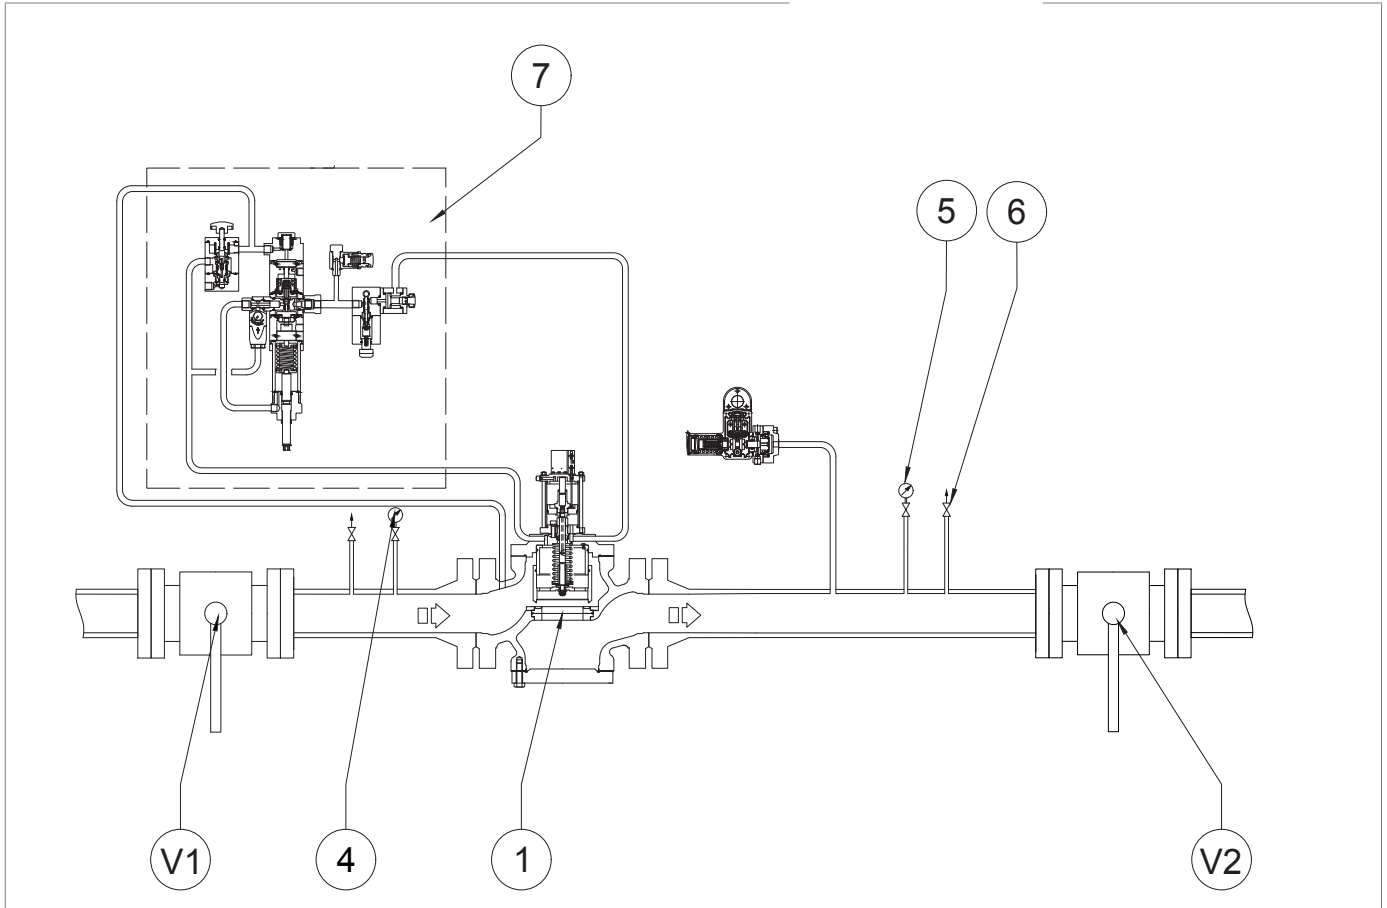

Fig. 8.11. Estanqueidad de la válvula de bloqueo HBC 975
1	<p>Aumente la presión aguas abajo hasta el valor de intervención de la válvula de bloqueo, actuando en el regulador principal, para comprobar la calibración correcta.</p> <p>¡ATENCIÓN!</p> <p>Compruebe la presión consultando el manómetro (fig. 8.11, ref. 5) situado aguas abajo del regulador principal.</p> <p>Si la válvula de bloqueo:</p> <ul style="list-style-type: none"> • se dispara antes del valor de presión previsto: enrosque (en el sentido de las agujas del reloj) la tuerca anular de ajuste (13) para comprimir más el muelle (11); • no se dispara con el valor de presión previsto: desenrosque (en sentido contrario a las agujas del reloj) la tuerca anular de ajuste (13), para aliviar el muelle (11).
2	Reduzca la presión en la sección de aguas abajo abriendo la ventilación (fig. 8.11, ref. 6) para llevarla al valor de calibración del regulador principal.
3	Cierre la ventilación (fig. 8.11, ref. 6).
1	Abra el grifo de descarga (fig. 8.11, ref. 6) en atmósfera y manténgalo abierto para las fases siguientes.
2	<p>Disminuya la presión aguas abajo hasta la presión mínima requerida de intervención del bloqueo, actuando sobre el regulador principal.</p> <div style="border: 1px solid black; padding: 5px;"> <p>! ¡ATENCIÓN!</p> <p>Compruebe la presión consultando el manómetro aguas abajo (fig. 8.11, ref. 5).</p> <p>Si la válvula de bloqueo:</p> <ul style="list-style-type: none"> • se dispara antes del valor de presión previsto: desenrosque (en sentido contrario a las agujas del reloj) la tuerca anular de ajuste (15), para aliviar el muelle (17). • no se dispara antes del valor de presión previsto: enrosque (en el sentido de las agujas del reloj) la tuerca anular de ajuste (15) para comprimir más el muelle (17); </div>
5	Vuelva a abrir la ventilación (fig. 8.11, ref. 6).
10	Cierre la ventilación (fig. 8.11, ref. 6).